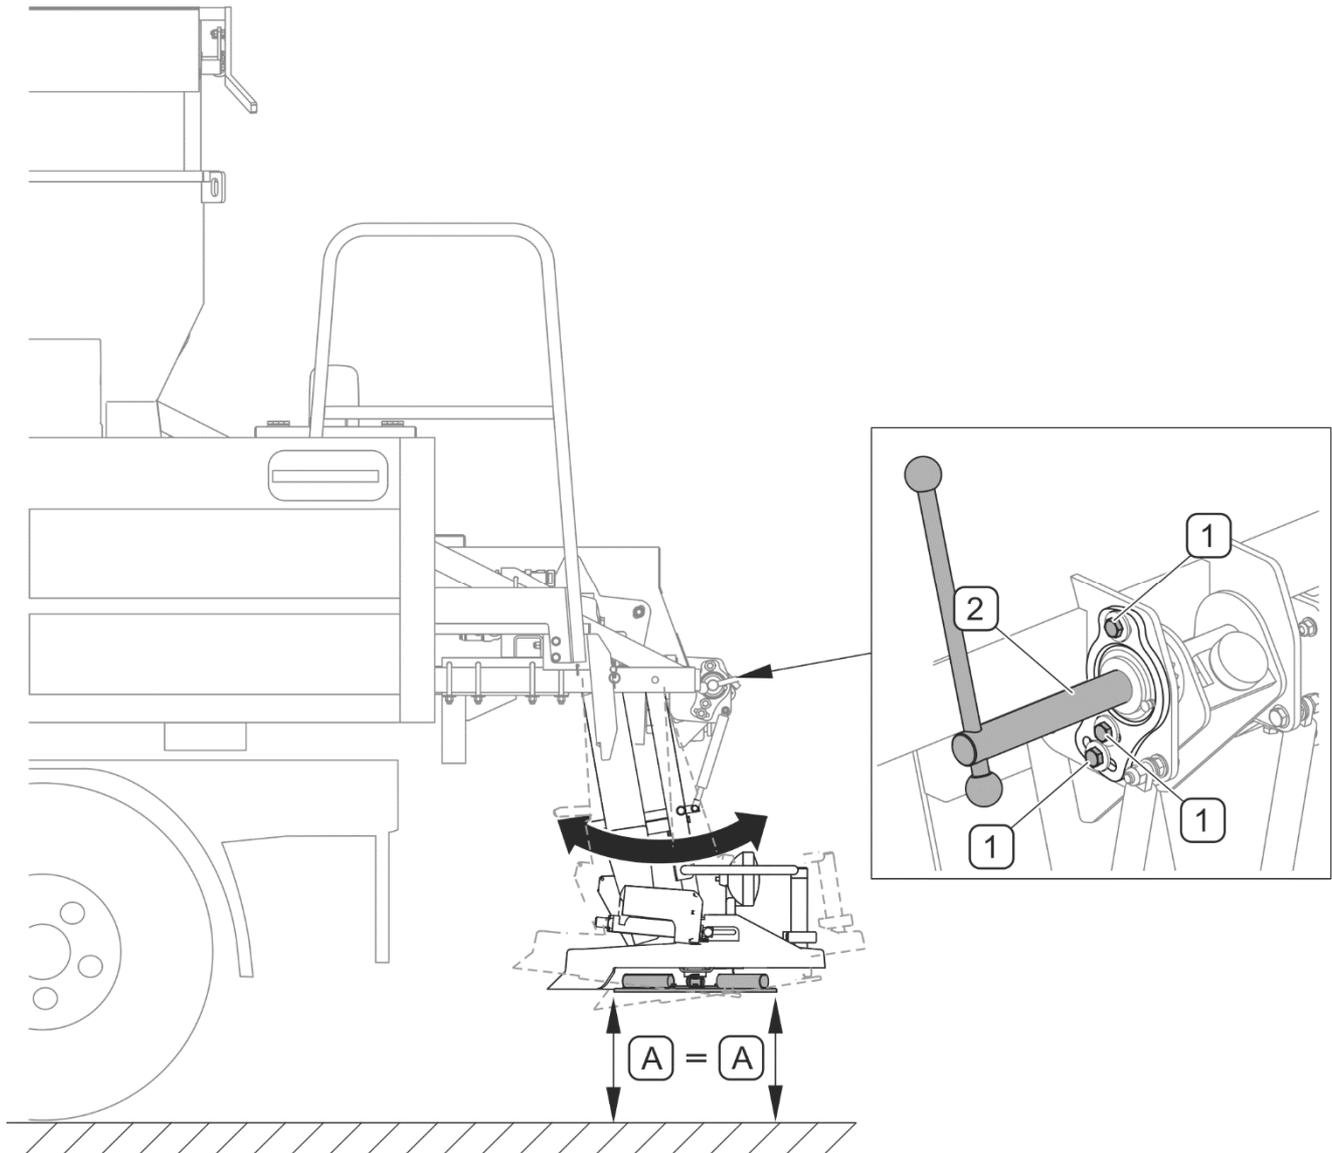

ABBILDUNG 4.15 Ausrichten des Streutellers
(1) - Schraube M10x35; (2) - Klemmschraube
Während des Betriebs muss der Streuteller waagrecht ausgerichtet sein. Um die Ausrichtung zu prüfen, muss der Abstand des Streutellers vom Boden an den beiden äußeren Punkten (A) gemessen werden. Die Abstände müssen identisch sein (ABBILDUNG 4.15). Im entgegengesetzten Fall muss die Einstellung wie folgt durchgeführt werden:
- Prüfen, ob die Klemmschraube (2) festgezogen ist.
- Die drei Schrauben (1) lösen.
- Durch Verschieben des Streumechanismus nach vorne oder hinten den Streuteller so einstellen, dass der Abstand (A) identisch ist.
- Die Schrauben (1) festziehen.